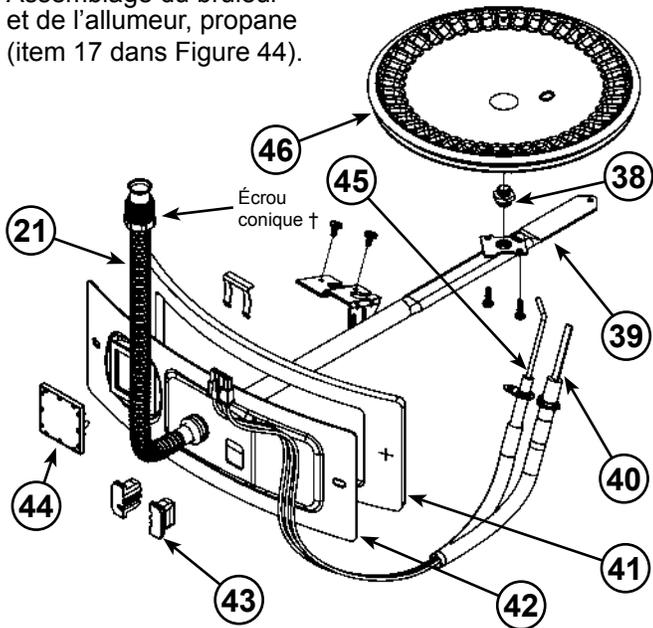

Figure 47
- 46 Brûleur en acier inoxydable (voir Figure 4) (voir aussi **Figure 47**)